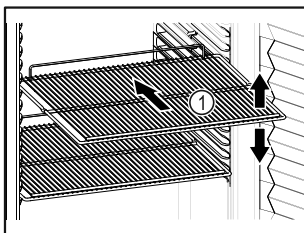

Fig. 61 Príklad zobrazenia
- Ak sa dajú odkladacie rošty Fig. 61 (1) premiestniť, prispôbte výšku.